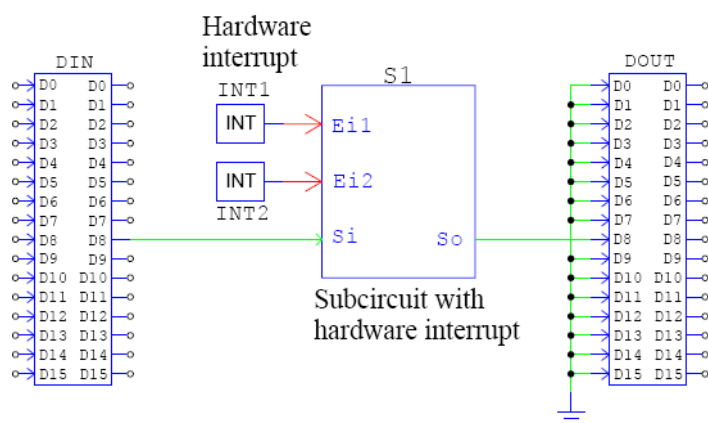

図4.4 ハードウェア割り込み付きサブ回路
- ハードウェア割り込み付きサブ回路は、複数の入力イベントポートを持つことができますが出力イベントポートを持つことができません。更に、入力イベントポートにはハードウェア割り込み素子のみ接続可能です。入出力信号ポートにはハードウェア素子のみ接続することができ、他の機能ブロックに接続することができません。図4.4にハードウェア割り込みのあるサブ回路の接続方法を示します。